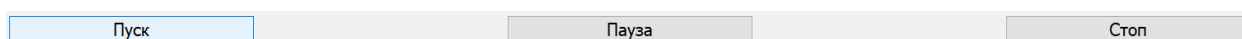

Рисунок 126 – Меню запуска процедуры, останова и перевода в режим ожидания
2. Нажимаем ЛКМ на кнопку «Пуск», которая расположена над журналом событий см. Рисунок 126;